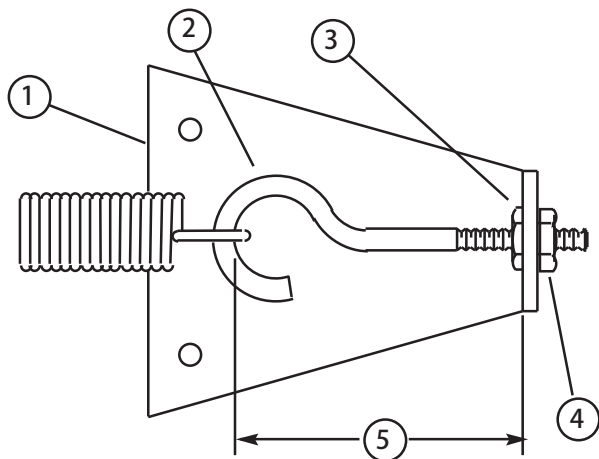

図 65
3. スプリング・アンカー・プレートにアイ・ボルトを固定している外側六角ナットをゆるめる (図65)。
4. 図65に示すように、アイ・ボルトのループの内側と スプリング・アンカー・プレートの内側との間の距離 3 mm になるまで、右回しに締め付ける。六角ナットを締めつける。